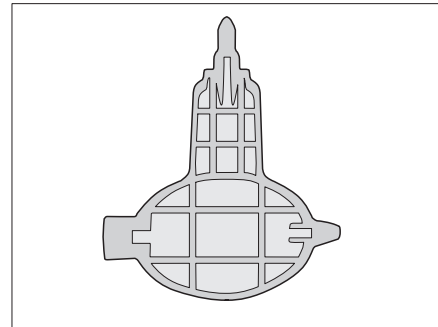

Fig. 374 Llave para el sifón (solo Alpa)
- ▶ El modelo Alpa incluye una llave (Fig. 374) para soltar el sifón.